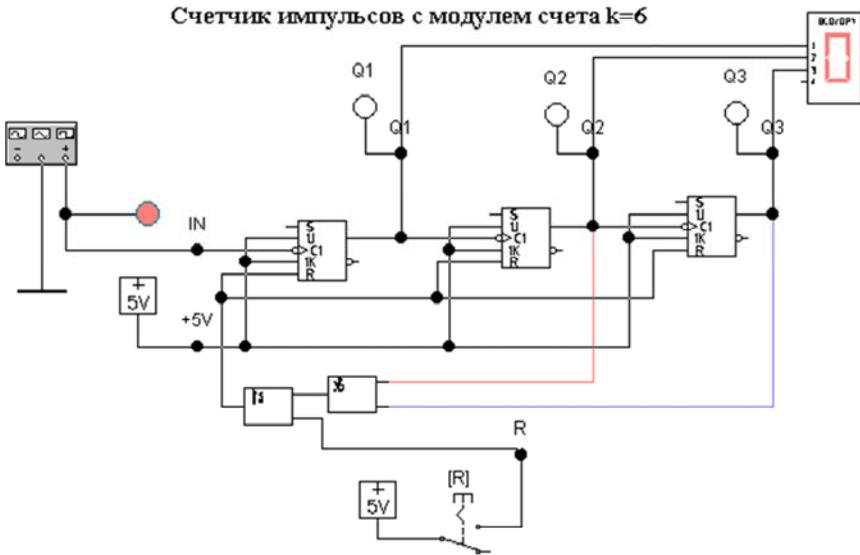

Рис. 15.7. Последовательный счетчик импульсов с модулем счета $k = 6$ на JK -триггерах (файл **cont6.ewb**)
2. Исследовать счетчики импульсов. Изучить последовательный счетчик импульсов с модулем счета $k = 6$ на *JK*-триггерах (файл **cont6.ewb**, рис. 15.7). Убедиться в выполнении модуля счета ($6_{10} = 110_2$). Перенести красный провод на выход Q_1 . Убедиться в изменении модуля счета ($5_{10} = 101_2$).